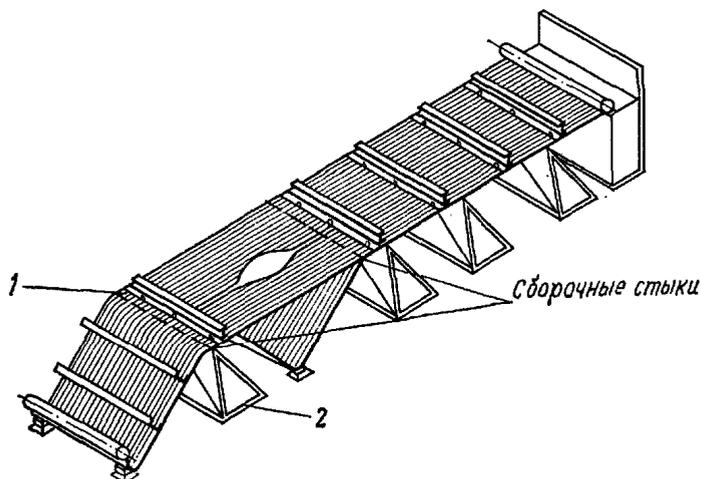

Рис. 5. Укрупнение блока экрана с пережимом
2. При укрупнении блоков экранов топок с пережимом (гнутые) Н. вр. и Расц. умножить на 1,4 (см. рис. 5).